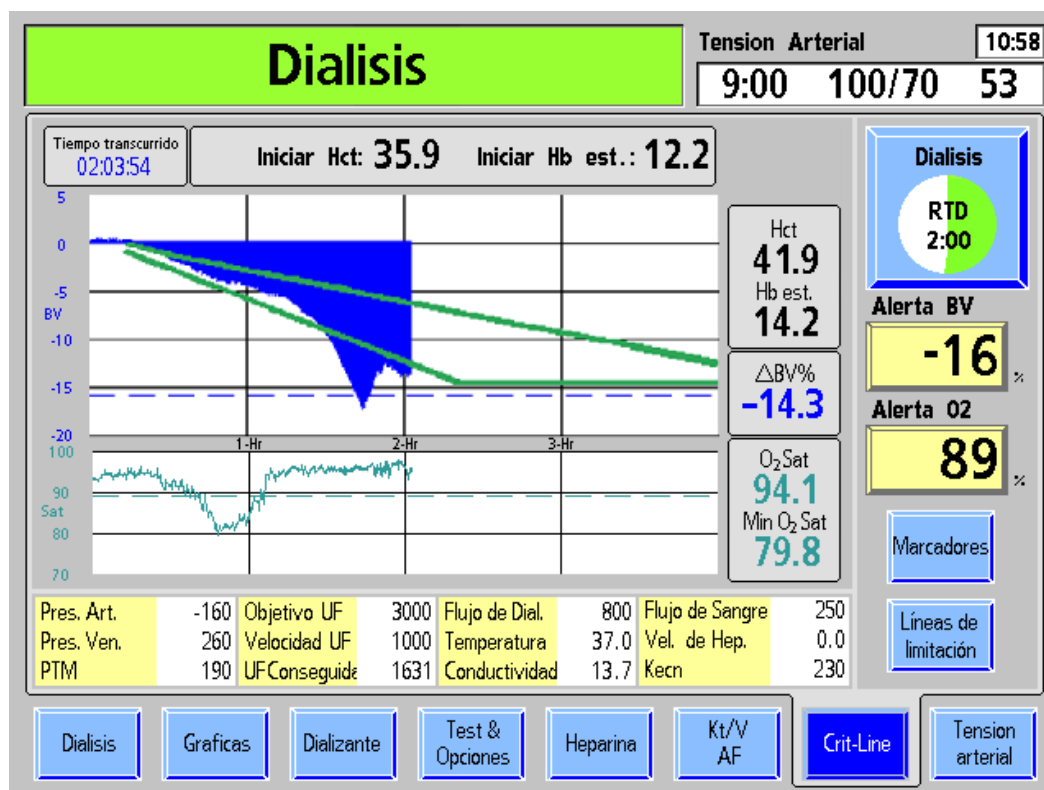

Figura 77 — Pantalla Crit-Line; que muestra BV con líneas de limitación y la saturación de O₂ (se muestra la versión de software 2.74 o superior)
La pantalla “Crit-Line” puede mostrar el volumen de sangre (BV) (vea Figura 77 en la página 164) o Hematocrito (Hct) (vea Figura 78 abajo) en la gráfica superior, según la configuración en modo de servicio.
<p>Líneas de limitación: si se activan pulsando el botón Líneas de limitación, estas dos líneas verdes en la gráfica de BV muestran dónde estaría una caída por hora de -3% y -6.5% en el volumen de sangre relativo. La línea inferior no baja de un -15% de caída durante todo el tratamiento. Las dos líneas se muestran al principio del tratamiento, pero no cubren los primeros 15 minutos del tratamiento (vea la Figura 77). Luego de cuatro horas de tratamiento, las líneas límite desaparecen.</p> <p>Cuando se muestran las líneas de limitación, no se muestra la letra de perfil de cambio de volumen de sangre (A, B o C).</p>
La gráfica del BV (volumen de sangre) (Figura 77 en la página 164) se muestra como una gráfica de barras. Se llena una línea desde 0 al valor de $\Delta BV\%$. Conforme avanza el tratamiento de diálisis, se extrae el fluido de la sangre por medio de la bomba de ultrafiltración de la máquina de hemodiálisis 2008T. Esto dará lugar a un porcentaje muy alto de sangre que son los glóbulos rojos y la gráfica de volumen sanguíneo tenderá a disminuir y se aproximará al nivel de alerta. El Nivel de Alerta de BV se muestra como una línea punteada azul que cruza la gráfica de BV.
La saturación de oxígeno es lo que se muestra de forma predeterminada en la gráfica inferior de la pantalla “Crit-Line”. La gráfica de Sat de O₂ (Saturación de oxígeno) (Figura 77 en la página 164) es una gráfica de líneas adquirida del valor anterior de saturación de oxígeno. El nivel de la Alerta O₂ se muestra como una línea punteada verde que cruza la gráfica de saturación de oxígeno.